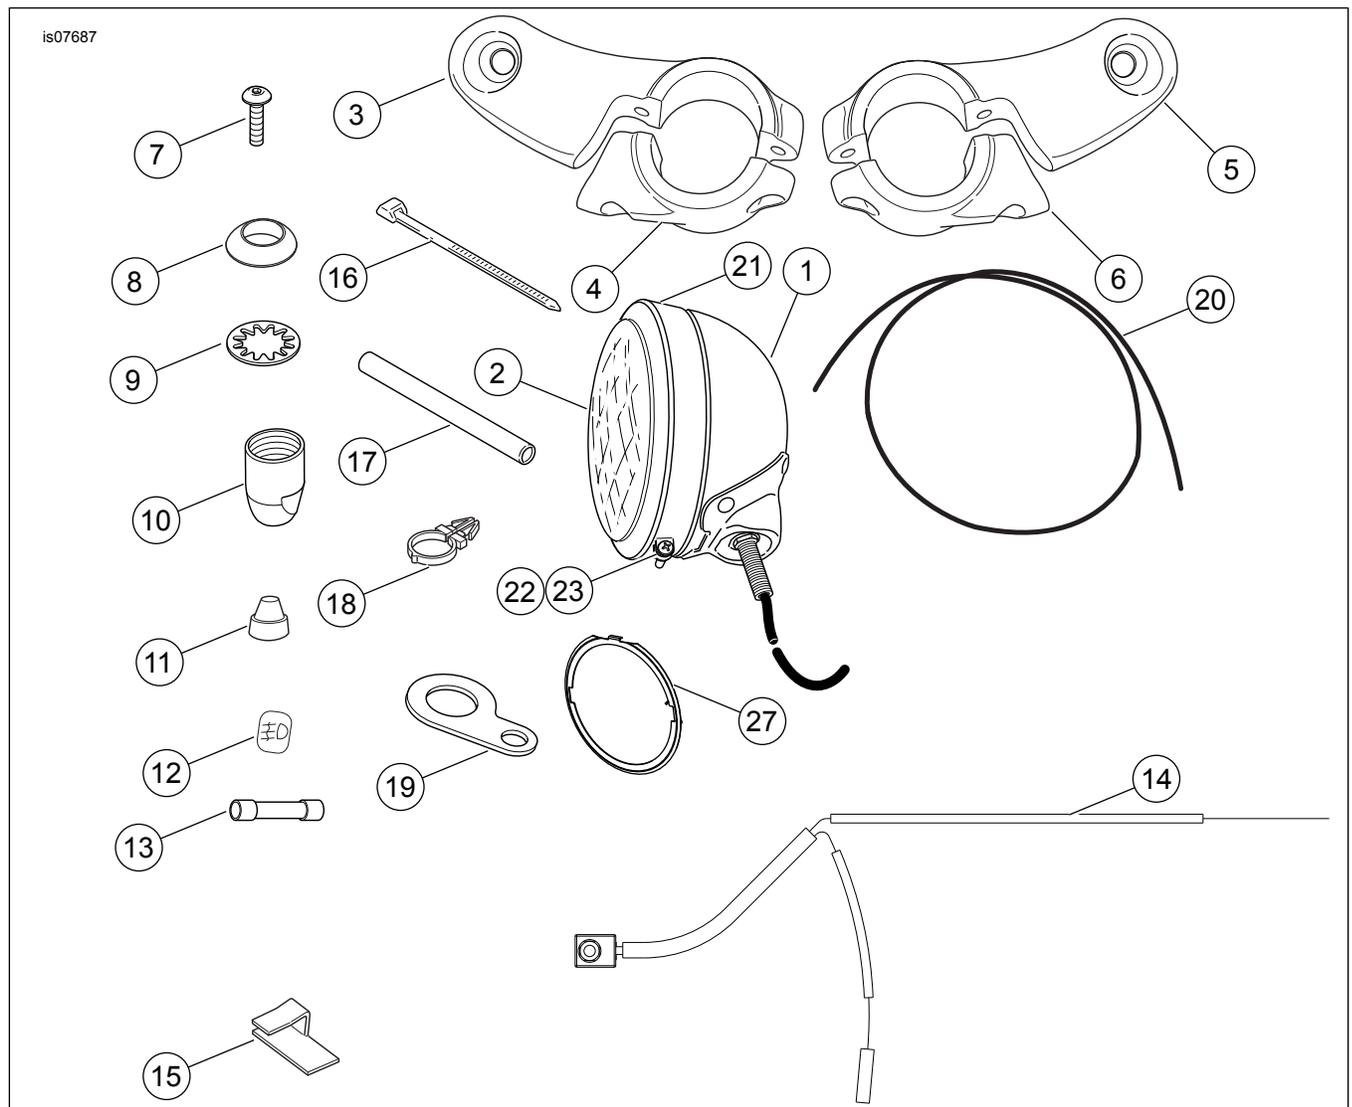

Figura 7. Piezas de servicio: Kit de luz auxiliar
Vea la Figura 7 y la Tabla 1.
7. Vea la Figura 7. Localice el anillo decorativo exterior (24), el anillo de alojamiento interior (27), el tornillo (25) y la tuerca (26).
13. Vea la Figura 7 y el apéndice de conectores del Manual de servicio. Instale el terminal hembra del cable blanco del arnés (14) dentro de la cavidad vacía del conector hembra del conector del faro delantero.
16. Vea la Figura 7. Obtenga del kit la pieza de soporte de montaje del interruptor (19). Quite la funda del interruptor de la luz e instale el interruptor en la pieza de soporte. Vuelva a colocar la funda en el interruptor.
Si la funda se desgasta, se daña o se extravía, reemplace la funda para evitar que la humedad entre en el interruptor. Vea Figura 7 (artículo 11).
18. Vea la Figura 7. Asegure la pata del interruptor de la luz del arnés al manillar usando los retenes del arnés de cables (artículo 18) según sea necesario. Encaje los retenes dentro de los agujeros en el manillar.
26. Vea la Figura 7. Asegure los cables a la pieza de soporte inferior de la dirección de la horquilla, usando las presillas con respaldo adhesivo (15) del kit.